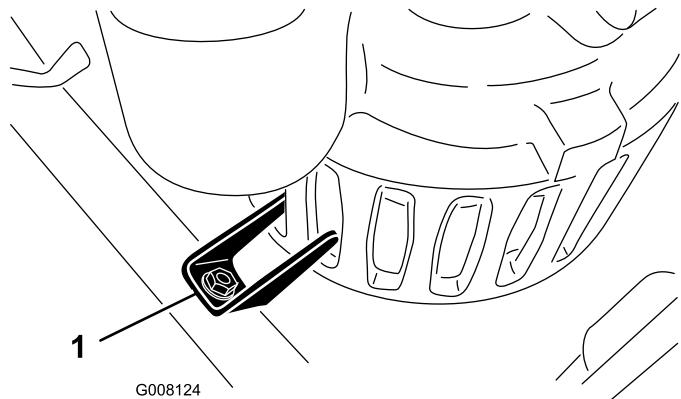

図 16
13. ポンプをフレームに入れ、キーパー・タブがポンプのスロットにはまるまで前へ押し込む（図 16）。